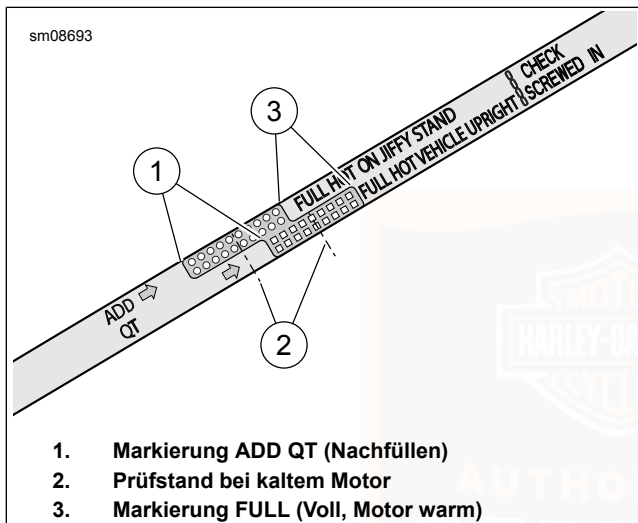

Abbildung 83. Motorölmessstab
- e. Siehe Abbildung 83. Ölstand prüfen. Der korrekte Ölstand bei kaltem Motor liegt auf halbem Wege (2) zwischen den Markierungen ADD QT (Nachfüllen) (1) und FULL HOT (Voll, heiß) (3) auf dem Ölmesstab.
5. Ölstand prüfen. Nur so viel Öl nachfüllen, um den Füllstand zwischen die Ölmesstab-Markierungen ADD QT (1) und FULL HOT (3) zu bringen.
- e. Siehe Abbildung 83. Ölstand prüfen. Der Ölstand sollte zwischen den Markierungen ADD QT (Nachfüllen) und FULL HOT (Voll, heiß) auf dem Ölmesstab stehen.